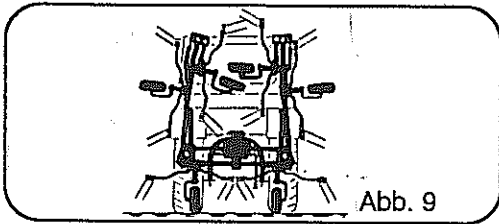

Abb. 9
1. Absenken auf den Boden (Abb. 9).